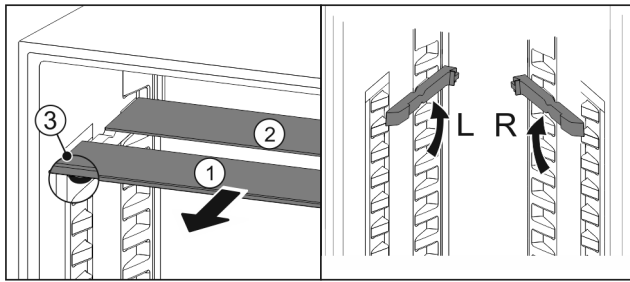

Fig. 96
- ▶ Издърпайте Fig. 96 (1) поотделно стъклените плочи напред.
- ▷ Стъклената плоча Fig. 96 (1) с декоративната лайсна е отпред.
- ▷ Ограничителите Fig. 96 (3) сочат надолу. Уреди с фризерно отделение:*